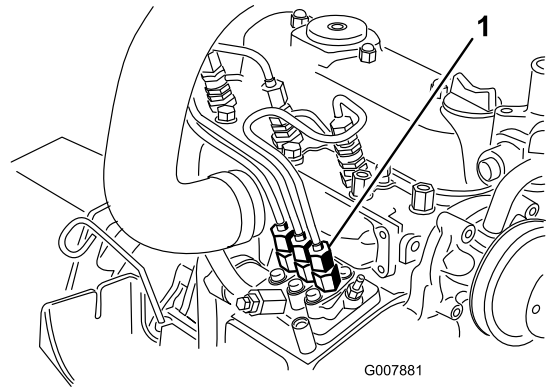

Figura 50
1. Coloque um tapete por baixo da tubagem que sai da bomba de injeção para o bocal injector n.º 1 conforme ilustrado em Figura 50.